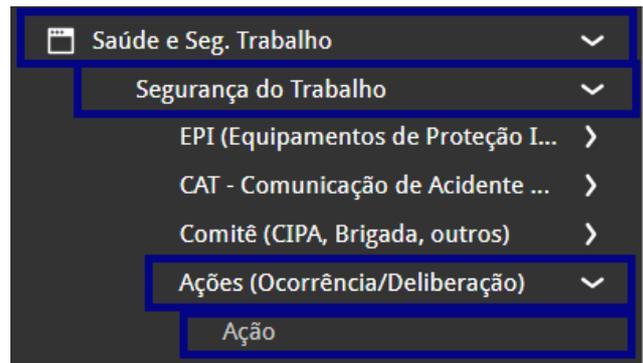

Figura 116: Caminho
1. No menu lateral, acesse o caminho (Figura 116): **Saúde e Segurança do Trabalho > Segurança do Trabalho > Ações**